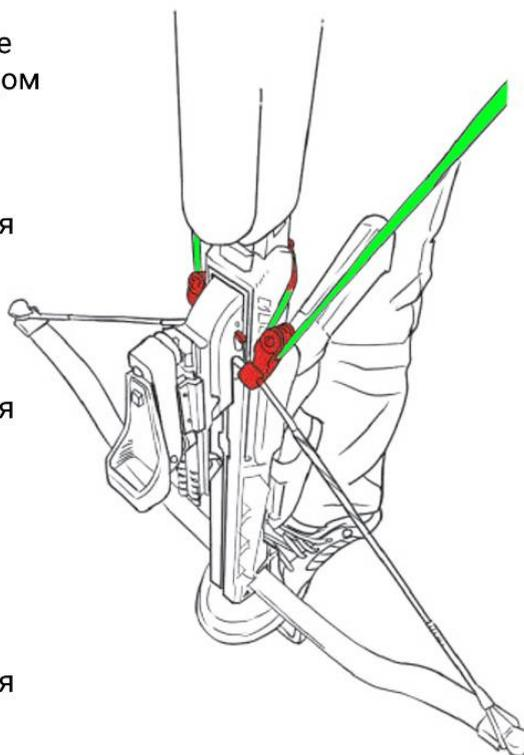

Рис.14
7. Упираясь ногой в стремя, потяните на себя рукоятки натяжителя до тех пор, пока тетива не зафиксируется в спусковом механизме – прозвучит характерный щелчок (Рис.14).